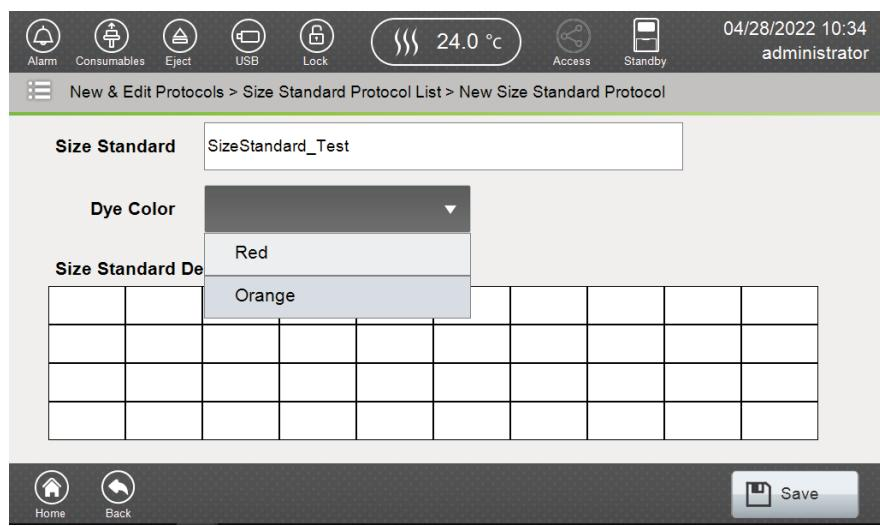

図 136 New Size Standard Protocol 画面
- Size Standard ID を入力し、Dye Color のプルダウンリストから Red か Orange を選んでください。（図 136）